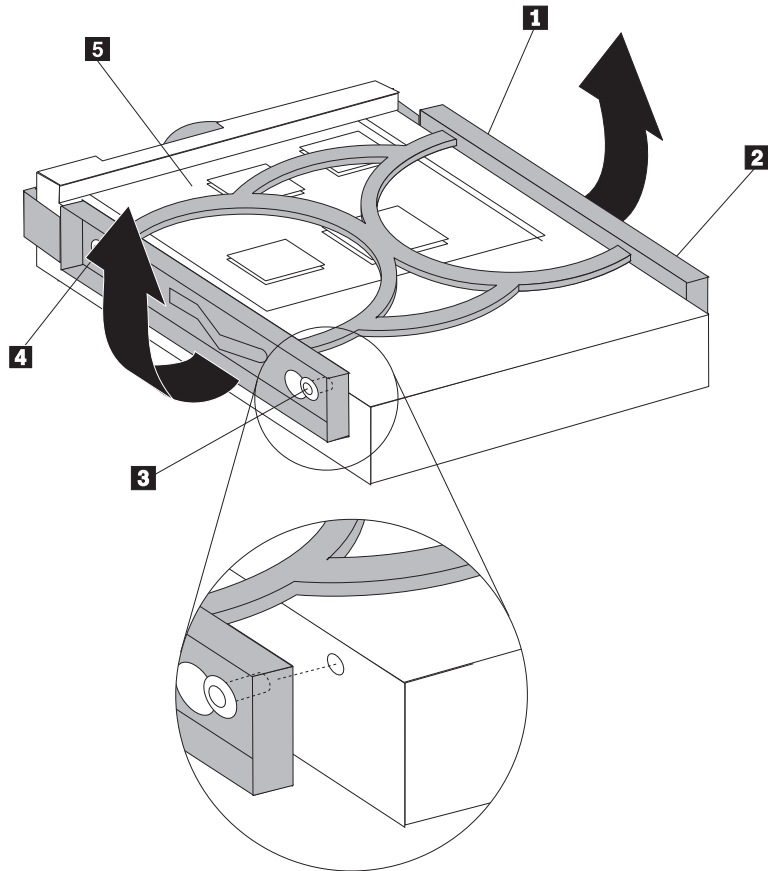

Figura 28. Instalación de la unidad de disco duro en el soporte
7. Para instalar la nueva unidad de disco duro en el soporte azul, flexione el soporte y alinee las patillas **1** a **4** del soporte con los orificios de la unidad de disco duro. Consulte el apartado Figura 28. No toque la placa de circuitos **5** que hay en la parte inferior de la unidad de disco duro.